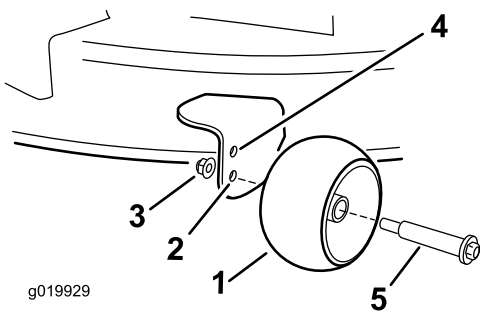

Figura 29
- Orificiul superior – utilizați această poziție cu puntea mainii de tuns iarba în pozițiile de 63 mm i sub pozițiile aferente înălțimii de tăiere (Figura 29).
- Orificiul inferior – utilizați această poziție cu puntea mainii de tuns iarba în pozițiile de 76 mm i deasupra pozițiilor aferente înălțimii de tăiere (Figura 29).